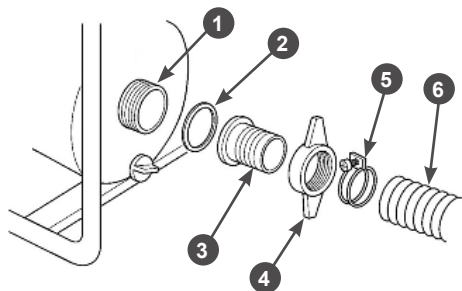

Рис. 11 Установка всасывающего рукава
- Установите патрубок 3 через уплотнительное кольцо 2 к всасывающему фланцу 1 насоса и плотно затяните гайку 4 патрубка (Рис. 11).
- Наденьте до упора всасывающий рукав 6 на патрубок 3 и затяните его хомутом 5 (Рис. 11).